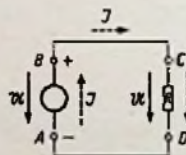
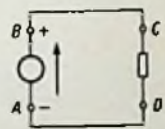

Bild 6a. Lage der Spannungs- und Stromvektoren im geschlossenen Stromkreis
Bild 6b. Falsche Angabe des Spannungsvektors am Generator
Zur Darstellung des Spannungspfeils führen folgende Überlegungen: Man denke sich einen Generator mit einem an seine Klemmen angeschalteten Verbraucher (Bild 6a). Wie eingezeichnet, sei in Punkt B der Pluspol. Man würde also zunächst es für richtig finden, den Spannungspfeil wie in Bild 6b gezeichnet einzutragen.
In Wirklichkeit muß man aber folgendermaßen vorgehen. Der Strom fließt nach der getroffenen Festlegung von + nach - (siehe Bild 6a). An R (ohmscher Widerstand) entsteht ein mit \mathcal{I} gleichphasiger Spannungsabfall. Damit ist der Spannungspfeil von C nach D gerichtet einzutragen. Die Generatorspannung muß diesem Spannungsabfall entgegengesetzt gerichtet sein. (Summe aller Spannungen in einem Stromkreis = 0.) Für den Generator ist demnach die Spannungsrichtung von B nach A einzuzuzeichnen (Bild 6a).
b) Leistungsverbrauch tritt ein — nach der üblichen Festlegung — wenn \mathcal{I} und U gleichphasig sind. Beim Generator dagegen sind \mathcal{I} und U gegenphasig. Auch diese Regel wird bei der Kennzeichnung nach Bild 6a eingehalten.